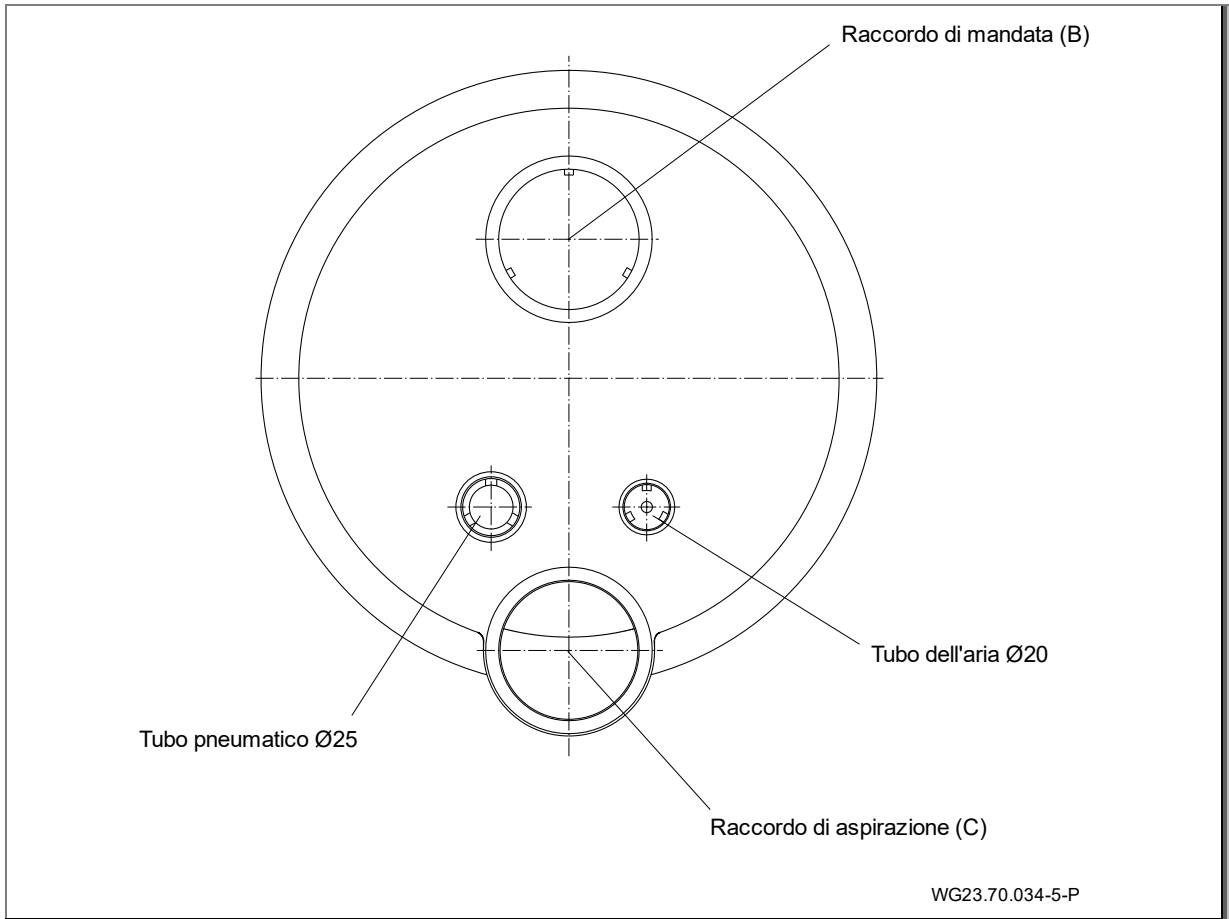
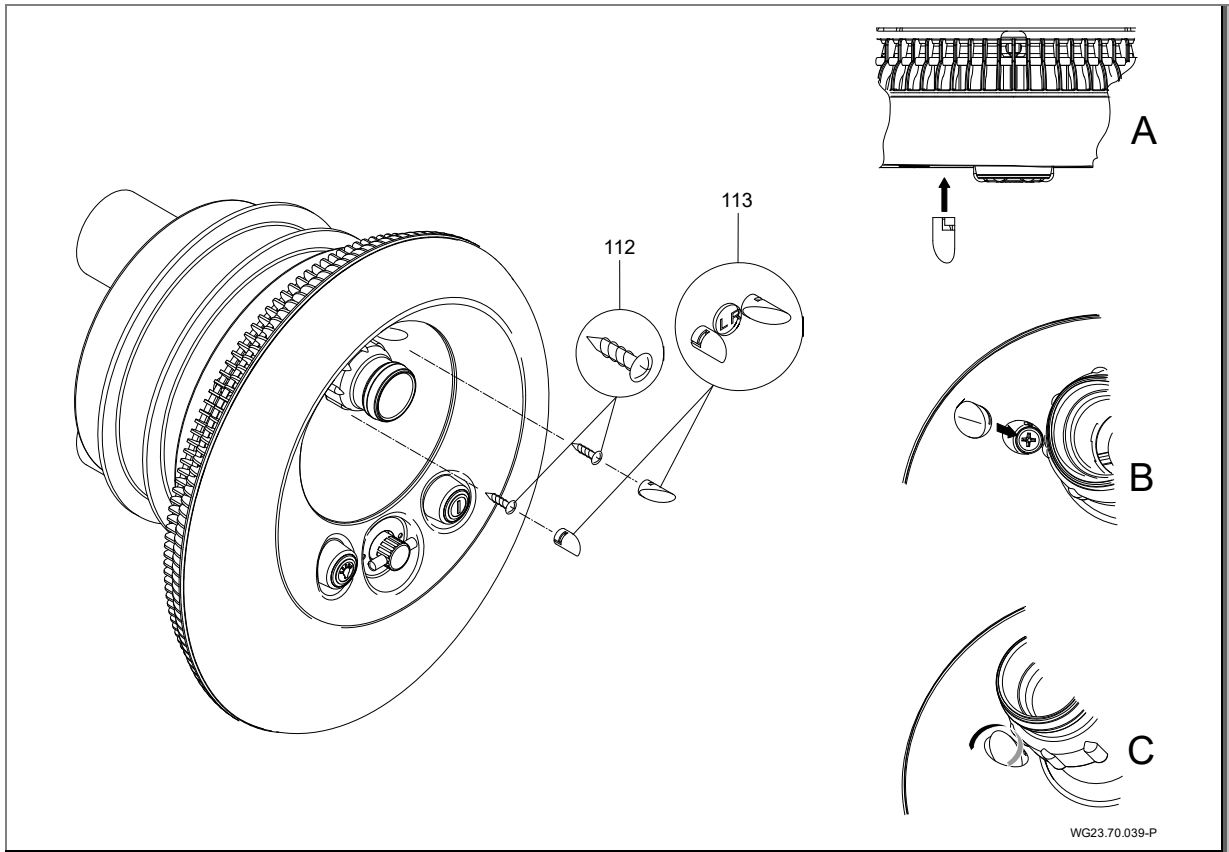

Fig. 16
Fig. 21
1. Incollaggio della guaina di protezione cavi e del tubo flessibile convogliatore dell'aria. (Fig. 16)
10. Fissare i tappi decorativi nella copertura della luce (110), come illustrata il fig. 16 A-C. Utilizzare i tappi decorativi corretti per la parte sinistra (L) e destra (R). (Fig. 21)
1. Staccare il passacavo filettato (20).
4. Togliere la copertura (113). Vedere "Fig. 21" a pagina 27.
5. Svitare le viti (112) e rimuovere la copertura della luce (110).
6. Svitare le viti (49) e rimuovere la copertura di acciaio inox (93).
7. Svitare le viti (95) e rimuovere il corpo di aspirazione (107).
8. Svitare le viti (52), togliere l'anello elastico (28) e la guarnizione ad anello elastico (27).